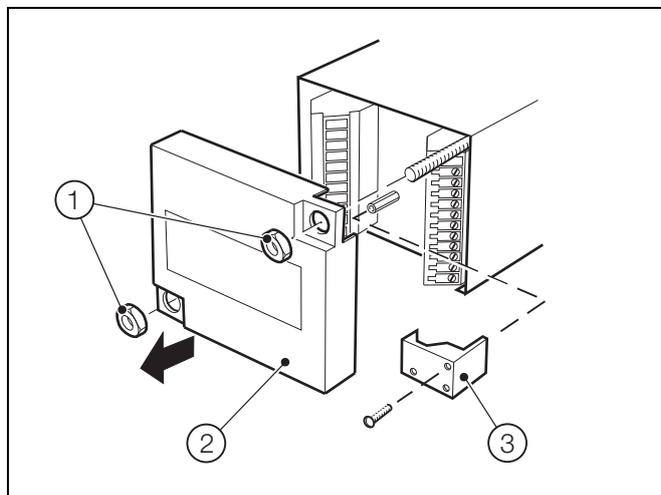

Fig. 4.2 Acesso aos terminais –
Tendo por referência a Fig. 4.2:
- Consulte a Fig. 4.2, página 12, para ver o acesso aos terminais.